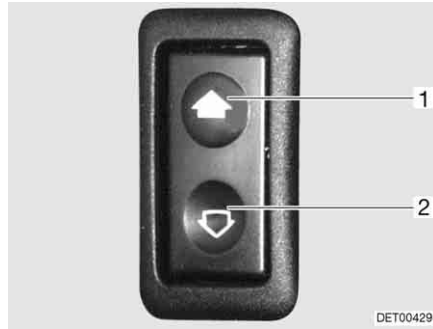

Bild 20 Knapp för elmanövrerad fönsterhiss
- Öppna:** ■ Tryck på det nedre reglaget (Bild 20,2).
- Stänga:** ■ Tryck på det övre reglaget (Bild 20,1).